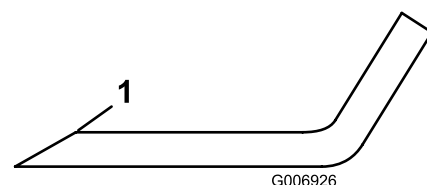

Bild 87
4. Untersuchen Sie die Schnittkanten aller Messer. Wenn sie stumpf sind oder Kerben aufweisen, schärfen Sie nur die Oberseite der Schnittkanten und behalten dabei den ursprünglichen Schnittwinkel bei, um die Schärfe des Messers zu gewährleisten (**Bild 87**).